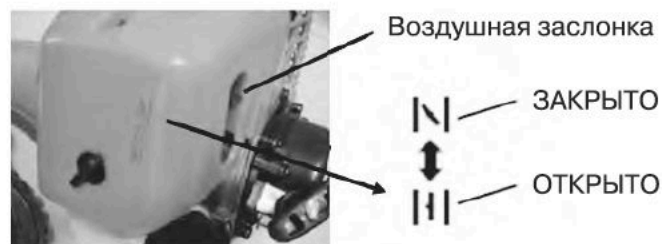

рис. 8
4. Переместите воздушную заслонку в положение «ЗАКРЫТО». Рис. 8
7. После запуска двигателя переместите воздушную заслонку в положение «ОТКРЫТО» (рис. 8).